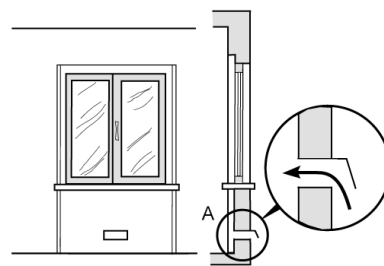

Рис.2
- ◆ Воздух может поступать прямо с улицы через трубу, с конструкцией, которая предотвращает возможность засорения (рис.2).